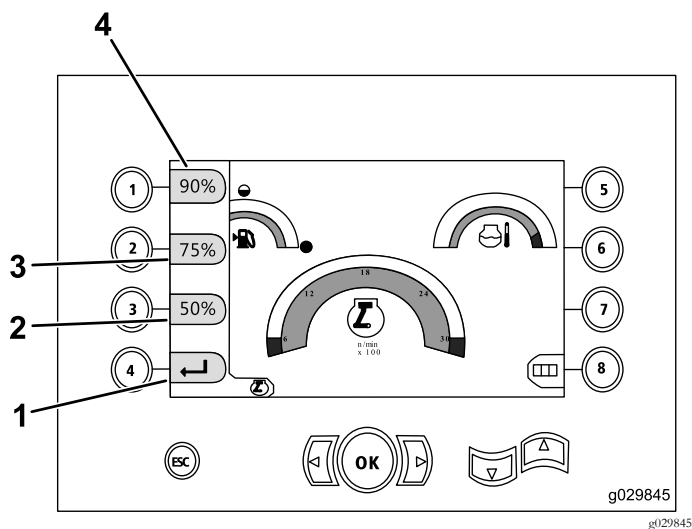

Bild 6
- Drücken Sie Taste 1, um die Motordrehzahl (U/min) auf 90 % einzustellen, wie in Bild 6 abgebildet.
- Drücken Sie Taste 2, um die Motordrehzahl (U/min) auf 75 % einzustellen, wie in Bild 6 abgebildet.
- Drücken Sie Taste 3, um die Motordrehzahl (U/min) auf 50 % einzustellen, wie in Bild 6 abgebildet.
- Drücken Sie Taste 4, um zum Hauptbetriebsbildschirm zurückzukehren (Bild 6).